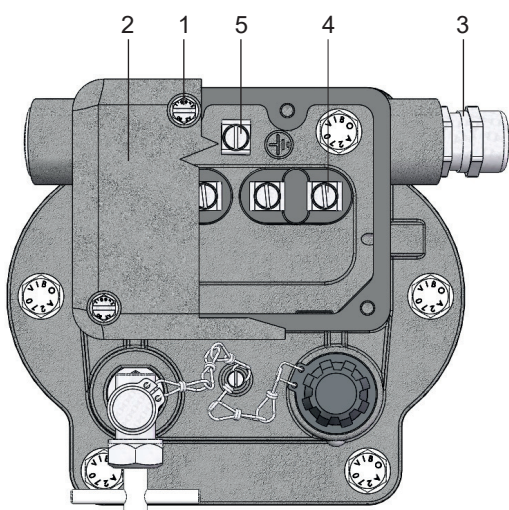

Fig. 6 – Raccordement électrique
- · Desserrer les écrous (Fig. 6/ n° 1)
- · Retirer le couvercle (Fig. 6/ n° 2)
- · Introduire le câble à travers le passe-câble à vis (Fig. 6/ n° 3)
- · Raccorder le câble aux bornes à tige (Fig. 6/ n° 4) (couple de serrage maxi. : 3 Nm)
- · Resserrer (Fig. 6/ n° 1) les vis (couple de serrage maxi. : 3 Nm)
Raccorder le conducteur de protection (isolement vert-jaune) à la borne de mise à terre (Fig. 6/ n° 5) (couple de serrage maximal: 3 Nm).